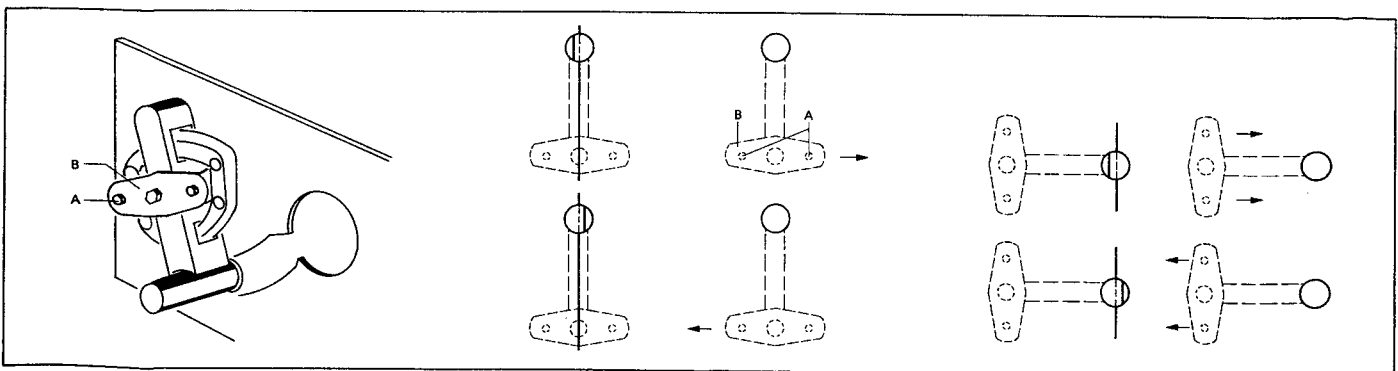

Fig. 4.15
-> Fig. 4.15
- 2 Schrauben [A] lösen bis sich die Lagerplatte [B] verschieben lässt. (Fig. 4.15)
- Die Lage der Lagerplatte gemäß Fig. 4.15 korrigieren.